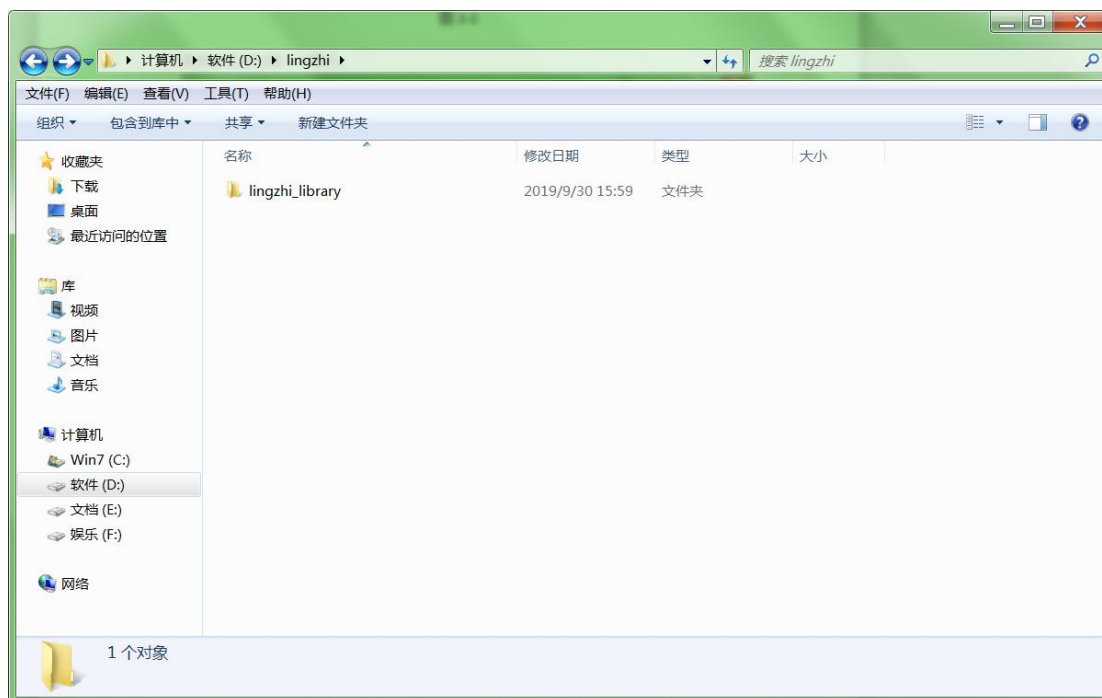

图 2-4 软件库目录
③ 我们将 `lingzhi_examples` 这个文件夹移动到 `lingzhi_library` 文件夹下，然后将 `lingzhi_library` 文件夹移动到一个合适的目录下。这里我们就放在 `D:/lingzhi` 目录下。如图 2-4 所示：